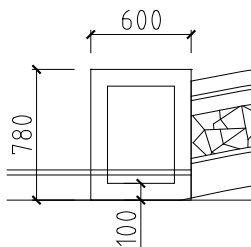

图3-74 绘制并偏移矩形
- 02** 绘制栏杆。调用REC（矩形）命令、O（偏移）命令，绘制并偏移矩形，如图3-74所示。